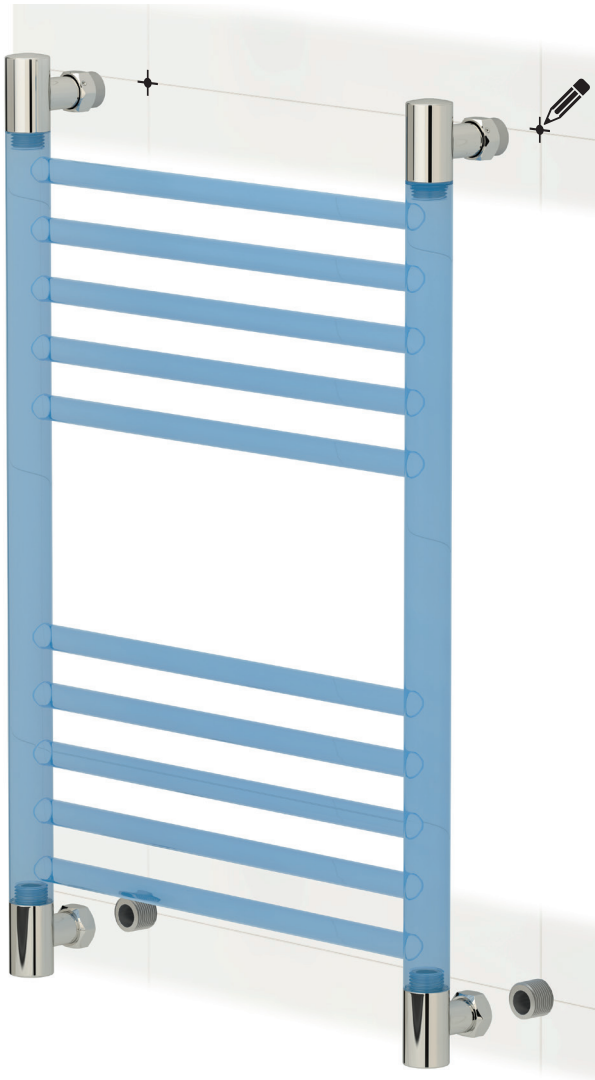

Рис. 4
2.2. Осуществите примерочный монтаж полотенцесушителя с целью разметки мест под крепления конус-фальшгаек опоры. Для этого накрутите гайки проходных угловых корпусов на эксцентрики, состыкуйте глухие угловые корпуса опорными частями со стеной и произведите разметку (рис. 4).